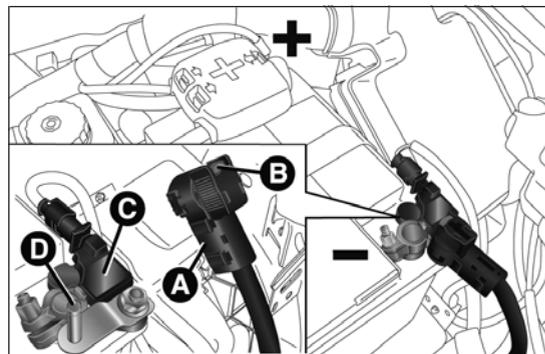

fig. 201
- débrancher le connecteur A fig. 201 (en appuyant sur le bouton B) du capteur C de contrôle de l'état de la batterie (installé sur le pôle négatif D de cette dernière) ;
- rebrancher le connecteur A fig. 201 au capteur C de la batterie.